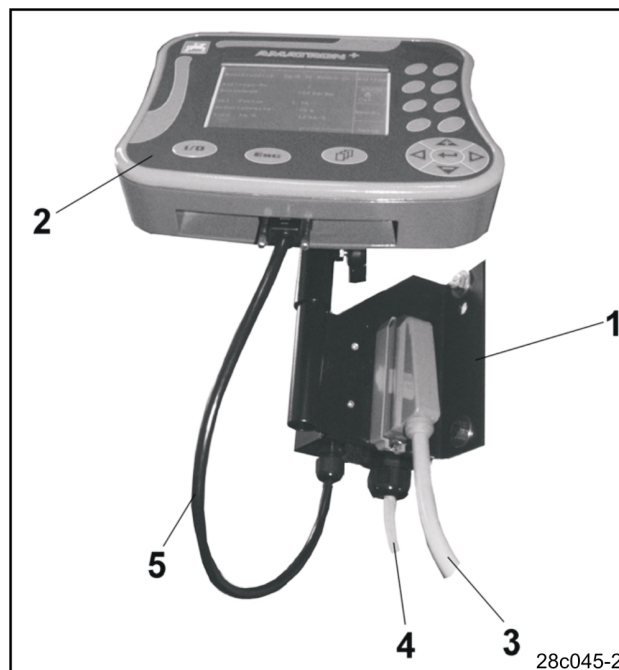
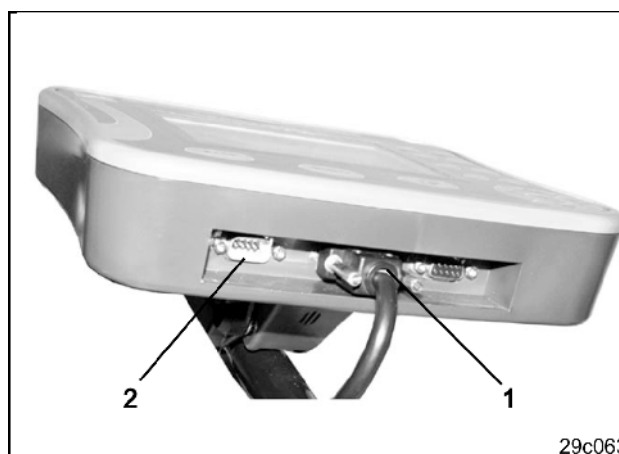

Fig. 3
Fig. 4
Terminalen (Fig. 3/2) er et universalapparat, som kan tilkobles til alle AMAZONE-maskiner med **AMATRON+** job-computer.
Terminalen (Fig. 3/2) hhv. konsollen (Fig. 3/1) tilkobles således:
- såmaskinen tilkobles via maskinstikket (Fig. 3/3)
- Batteritilslutningskablet (Fig. 3/4) tilkobles til traktorens batteri. Henvisninger vedr. strømforsyningen findes i Kap. 3.3
- Forbindelseskablet (Fig. 3/5) tilsluttes til terminalen (Fig. 3/2).
- Forbindelseskablets stik (Fig. 3/6) monteres i det midterste 9-polede stik (Fig. 4/1).
- Den serielle tilslutning (Fig. 4/2) gør det muligt at montere en GPS-terminal.